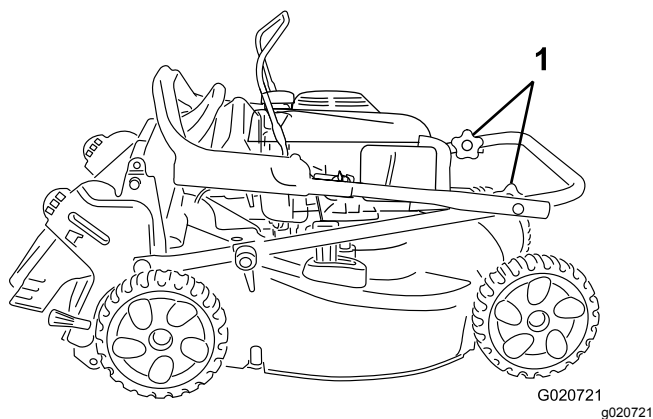

Figure 4
1. Desserrez les boutons du guidon (Figure 4).